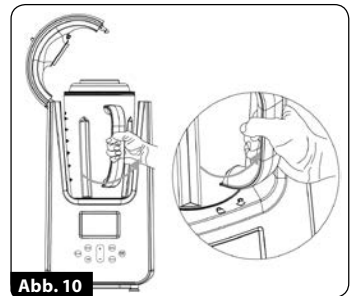

Abb. 10
- Der Ausbau des Mixbehälters erfolgt in der umgekehrten Reihenfolge zum Einbau: Heben Sie den Klappdeckel des Vakuum-Standmixers **2** hoch, und drehen Sie den Mixbehälter so, dass der Halter auf das Symbol des geöffneten Hängeschlosses zeigt und nehmen Sie den Behälter von der Platte des Vakuum-Standmixers ab (Abb. 10). Bauen Sie den Behälterdeckel sowie Messerwerk aus.